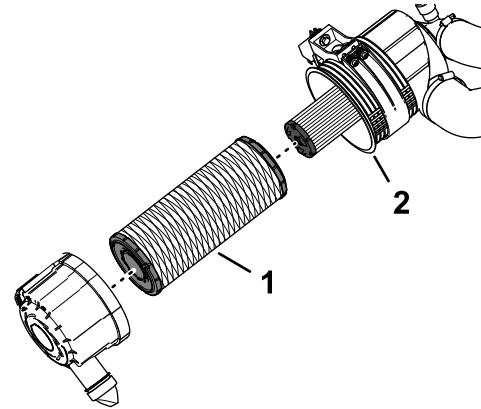

Bild 109
- Entfernen Sie den Hauptfiltereinsatz (Bild 109).